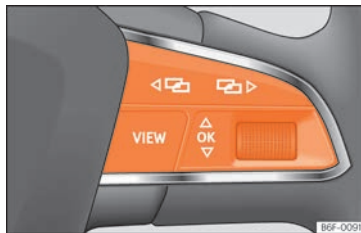

Abb. 127 Rechte Seite des Multifunktionslenkrads: Bedienelemente für die Menüs und Informationsanzeigen im Kombiinstrument.
werden. Einige Warnmeldungen können bestätigt und ausgeblendet werden über die Taste **OK** am Multifunktionslenkrad »» **Abb. 127**.
- Falls eine Meldung oder das Fahrzeug-Piktogramm angezeigt wird, drücken Sie die Taste **OK** »» **Abb. 127**; ggf. mehrere Male.
- Zum Menüwechsel verwenden Sie die Tasten **◀** oder **▶** »» **Abb. 127**.
- Um das Menü oder die Informationsanzeige aufzurufen, die angezeigt wird, drücken Sie die Taste **OK** »» **Abb. 127** oder warten Sie einige Sekunden lang bis das Menü oder die Informationsanzeige automatisch geöffnet werden.
- Im angezeigten Menü, drehen Sie das rechte Rädchen am Multifunktionslenkrad »» **Abb. 127** bis der gewünschte Menüpunkt markiert ist. Der Menüpunkt wird umrahmt dargestellt.
- Drücken Sie die Taste **OK** »» **Abb. 127**, um die gewünschten Änderungen vorzunehmen. Eine Markierung zeigt an, dass die entsprechende Funktion bzw. das System aktiviert sind.
»» **Abb. 127.**